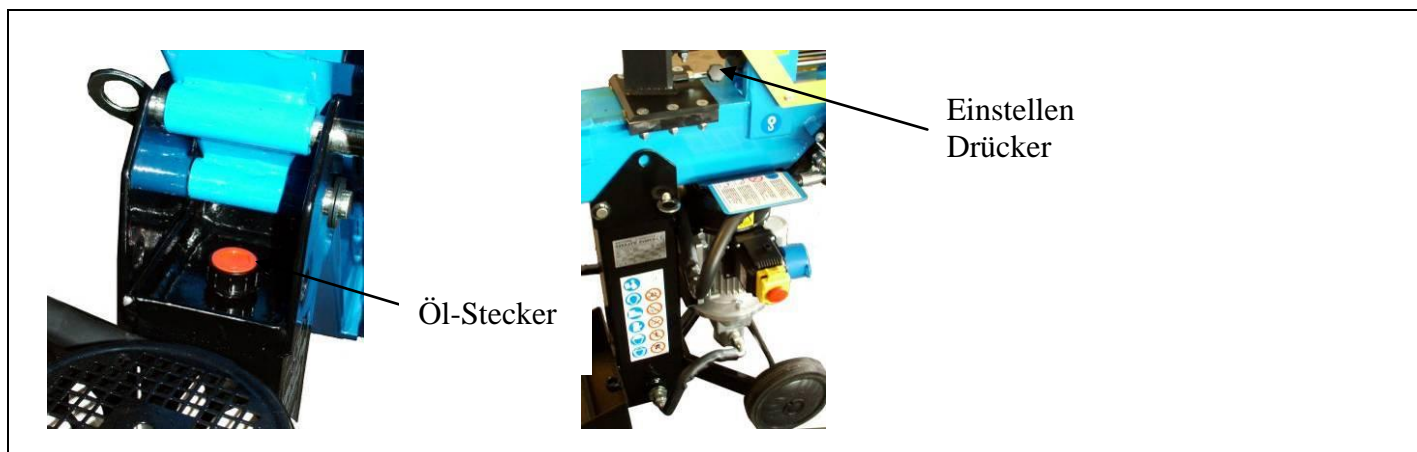

Abb.14
- 1) Stellen Sie den Hub des Stößels je nach der Länge des Stücks ein, das man spalten möchte, indem Sie die Stellschraube am Führungsstab betätigen (siehe Abb. 14).